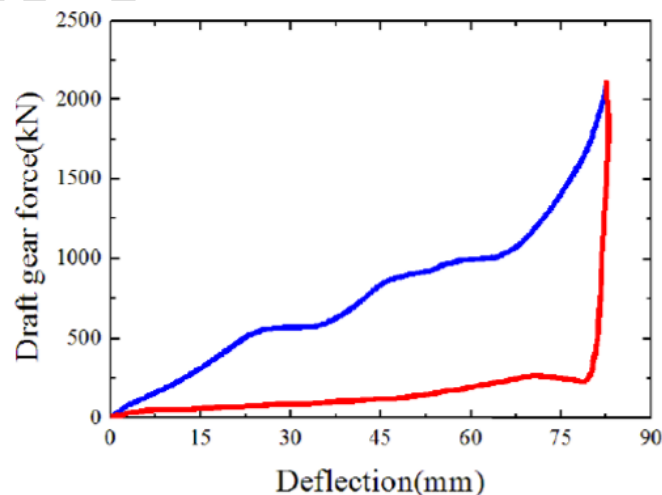

图 2.5
5. 转到钩缓模型库 **Wagon connections**, 选中 **LTDB Draft Gear 10mm slacks**, 点右键, 选择 **Assign to all**, 将这种钩缓模型赋给所有机车和车辆, 其力学特性如图 2.5 所示 (可以在 UM Input 里进入子系统查看)。